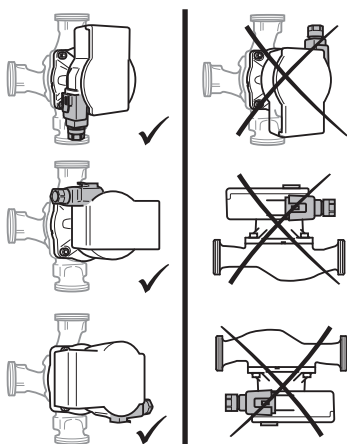

Fig. 2: Położenie montażowe
- Miejsce montażu wybrać odpowiednio do dozwolonego położenia montażowego (Fig. 2).
- Przestrzegać dozwolonego położenia montażowego pompy (Fig. 2), w razie potrzeby obrócić głowicę silnika (2+6).
- Przestrzegać dozwolonego położenia montażowego (Fig. 2) i kierunku przepływu wskazanego przez strzałkę na korpusie pompy (1).
- Dokręcić 4 śruby na korpusie (5).